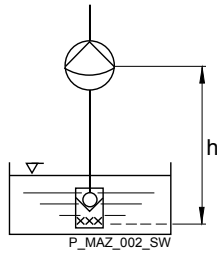

Fig. 18
- Em caso de meios de dosagem com sujidade ou sedimentos deve-se suspender a válvula de a uma distância grande o suficiente do fundo do recipiente ou de eventuais sedimentos, ver Fig. 18.